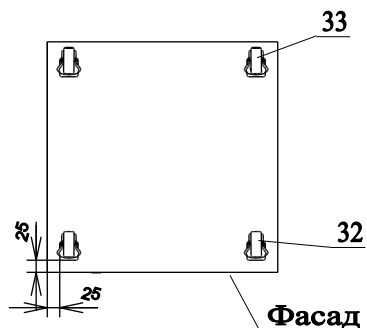

Рис.4
22. Перевернуть каркас тумбы дном вверх и установить опоры колесные 32, 33 отступая от краев дна по 25 мм с помощью шурупов 30. Опоры со стопорной педалью 32 устанавливать со стороны фасада (рис.4);